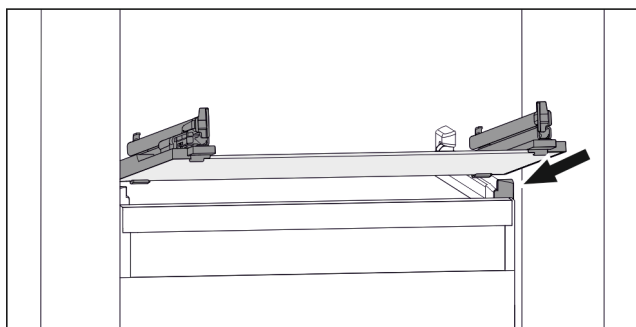

Fig. 94 Representación de la placa de vidrio a modo de ejemplo
- ▶ Coloque la placa de vidrio inclinada detrás de los topes. (consulte *Fig. 94*)